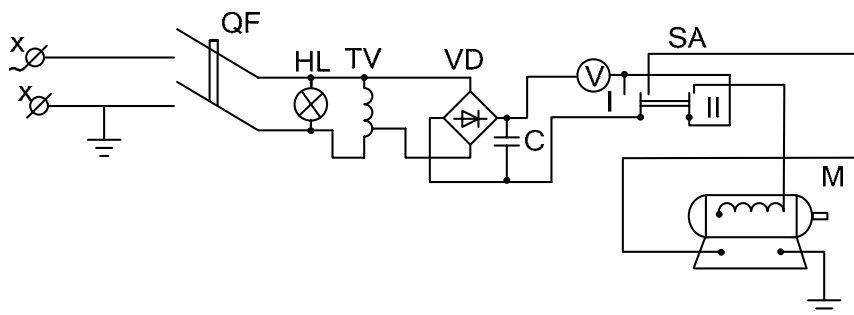

Рис.2. Измерение сопротивления изоляции вольтметром от сети переменного тока
Если выпрямительный мост при питании измерительной схемы от сети переменного тока (рис. 2) включен в сеть непосредственно, а через трансформатор, отделяющий сеть переменного тока от цепи выпрямленного напряжения, заземленный корпус электродвигателя может быть присоединен к любому из зажимов выпрямительного моста.
2. Собрать схему рис.2, предварительно убедившись, что рукоятка автотрансформатора выведена на ноль.